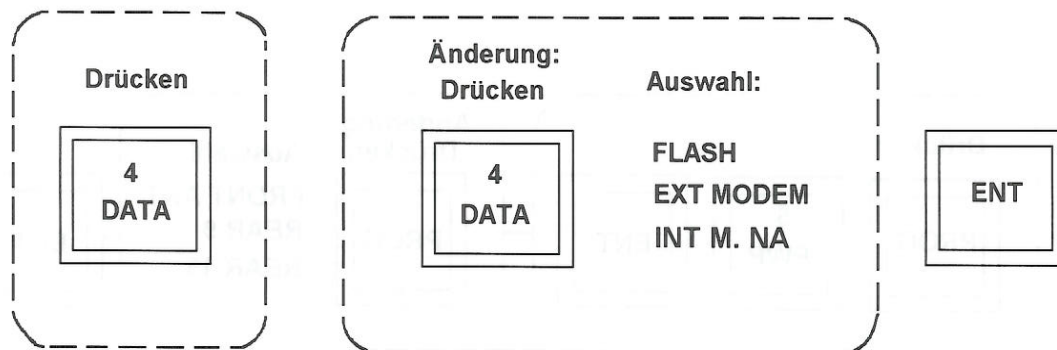

Bild 41
- 1) Einstellen der Betriebsart „Kurzzeitübertragung“ (FLASH) (Bild 41):
- 2) Einstellen der Datenübertragung über ein externes MODEM (nicht im Lieferumfang) (Bild 41):